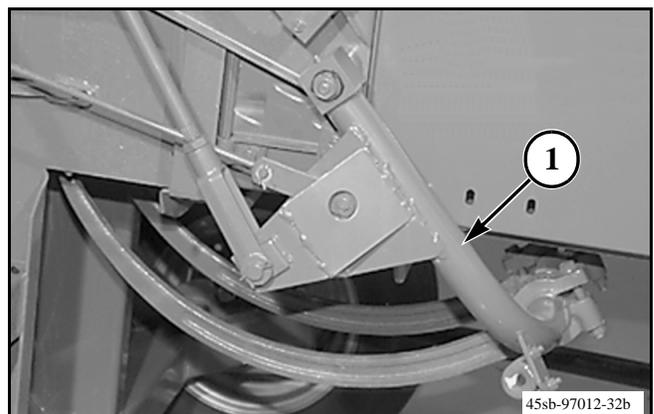

FIG. 4
FIG. 4: Gire el volante con la mano para mover el portador de agujas (1) hacia atrás hasta la posición inicial. De esta forma se retraerá el tope de seguridad del émbolo.